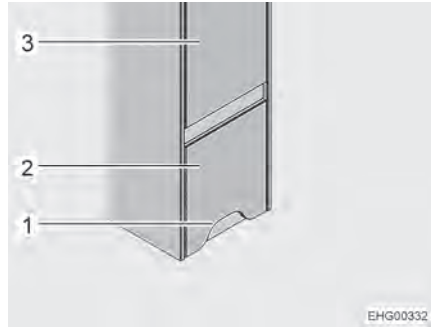
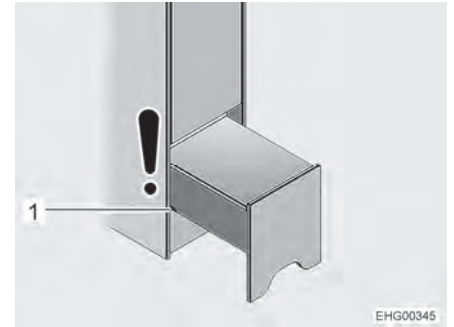

Fig. 81 Dispositivo de ascenso (cerrado)
Fig. 82 Dispositivo de ascenso (posición de noche)
El dispositivo de ascenso está instalado en el lado derecho del vehículo, debajo del armario ropero (Fig. 81,3) delante de la cama trasera.
- ▷ La puerta del cuarto de aseo se encuentra del lado opuesto del dispositivo de ascenso. Mientras que el dispositivo de ascenso sólo esté extraído parcialmente ("posición de noche", véase Fig. 82), todavía será posible abrir la puerta del cuarto de aseo. Si el dispositivo de ascenso está completamente extraído, para obtener acceso al compartimento de almacenamiento, ya no se podrá abrir completamente la puerta del cuarto de aseo.
- Agarrar el dispositivo de ascenso (Fig. 81,2) por el recorte (Fig. 81,1), levantarlo ligeramente y extraerlo hasta la primera ranura (Fig. 82,1) (posición de noche).